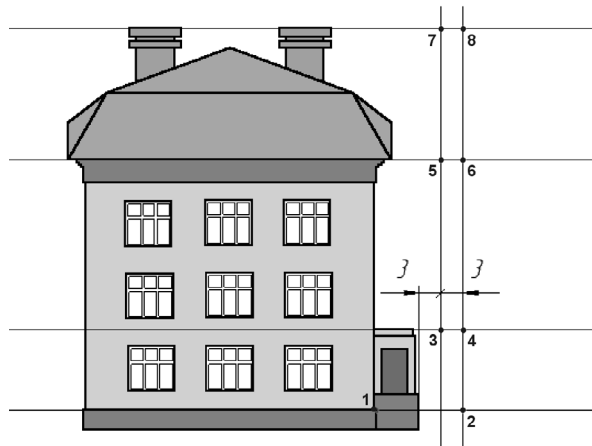

Рис. 37.17. Вспомогательные построения для простановки размеров
1. Выполните построение вспомогательных прямых, как это показано на рис. 37.17. Используйте команды **Параллельная прямая** и **Горизонтальная прямая**.